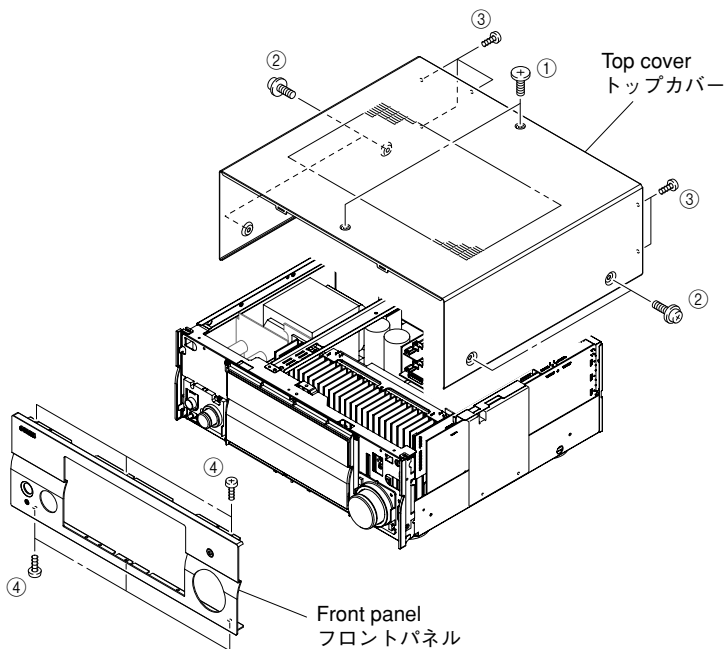

Fig. 1
(Fig. 1)
b. Slide the top cover rearward to remove it. (Fig. 1)
a. ①のネジ2本、②のネジ4本、③のネジ5本を外します。
Remove 6 screws (④) and then remove the front panel forward. (Fig. 1)
④のネジ6本を外し、フロントパネルを前方に外します。